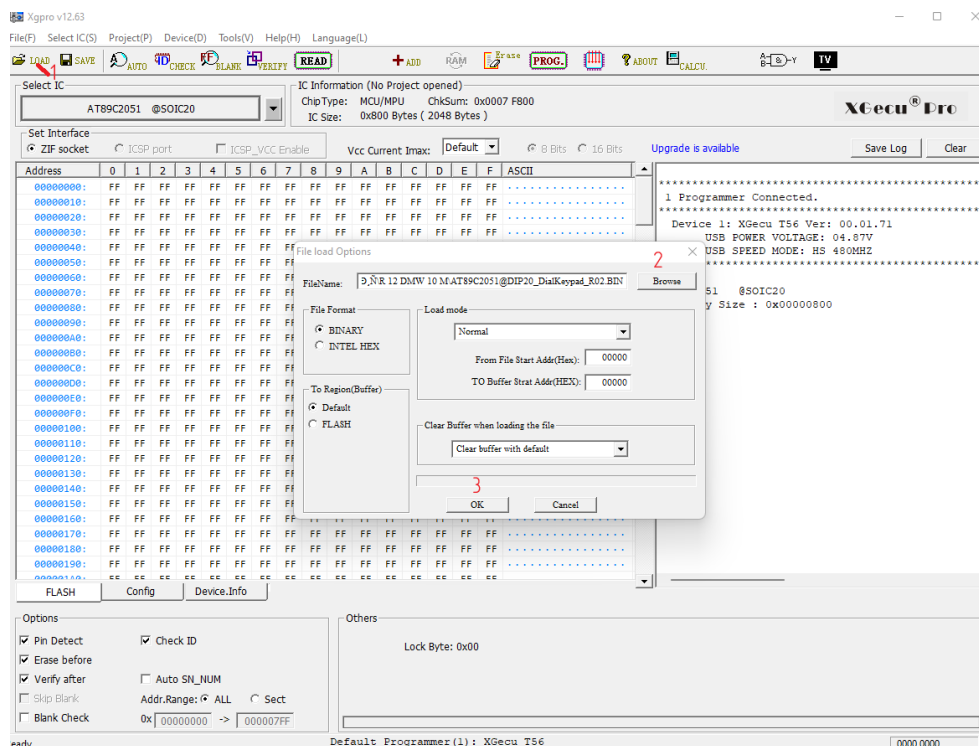

Рисунок 8 – Выбор файла прошивки микросхемы в программе Xgpro
3.3 Далее выберите файл прошивки микросхемы AT89C2051-24SU (рисунок 8):